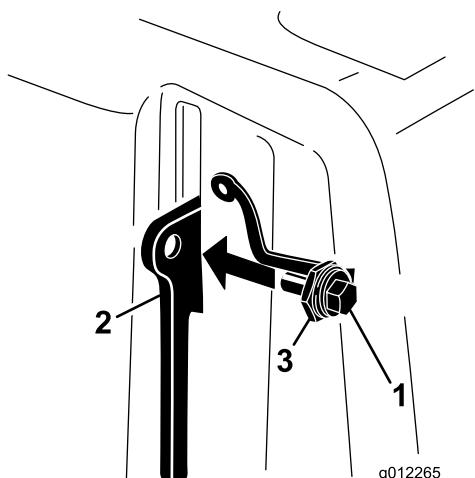

Рисунок 10
- Закрутите болт в рычаг защелки крышки ремня (Рисунок 10).